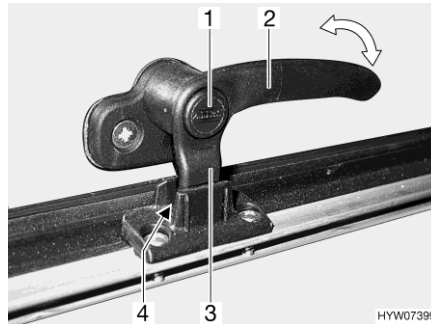
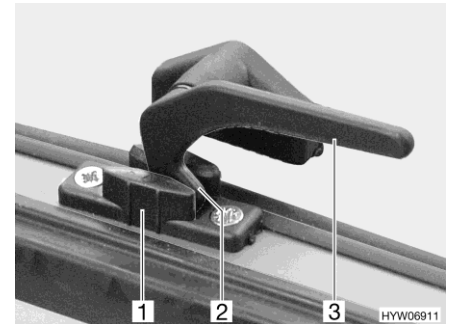

Bild 121 Verriegelungshebel mit Sicherungsknopf in Stellung "Dauerbelüftung"
Bild 122 Verriegelungshebel in Stellung "Dauerbelüftung"
- in Stellung "Dauerbelüftung" (Bild 121 und Bild 122)
- Wenn vorhanden, Sicherungsknopf (Bild 121,1) drücken und gedrückt halten.
- Alle Verriegelungshebel (Bild 121,2 oder Bild 122,3) eine viertel Umdrehung zur Haubenmitte hin drehen.
- Alle Verriegelungshebel wieder zurückdrehen. Die Verriegelungsnase (Bild 121,3 oder Bild 122,2) dabei in die Aussparung der Haubenverriegelung (Bild 121,4 oder Bild 122,1) einfahren.